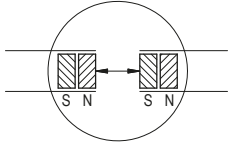

Abb. 12: Ermittlung der Polarität. Ansetzen des Magnetbandes
- Vor dem Ansetzen die Polarität überprüfen. Die beiden Enden müssen sich anziehen (gegebenenfalls Kompassnadel benutzen). Falls gleiche Polarität, ein Band um einen halben Polabstand kürzen (Abb. 12).